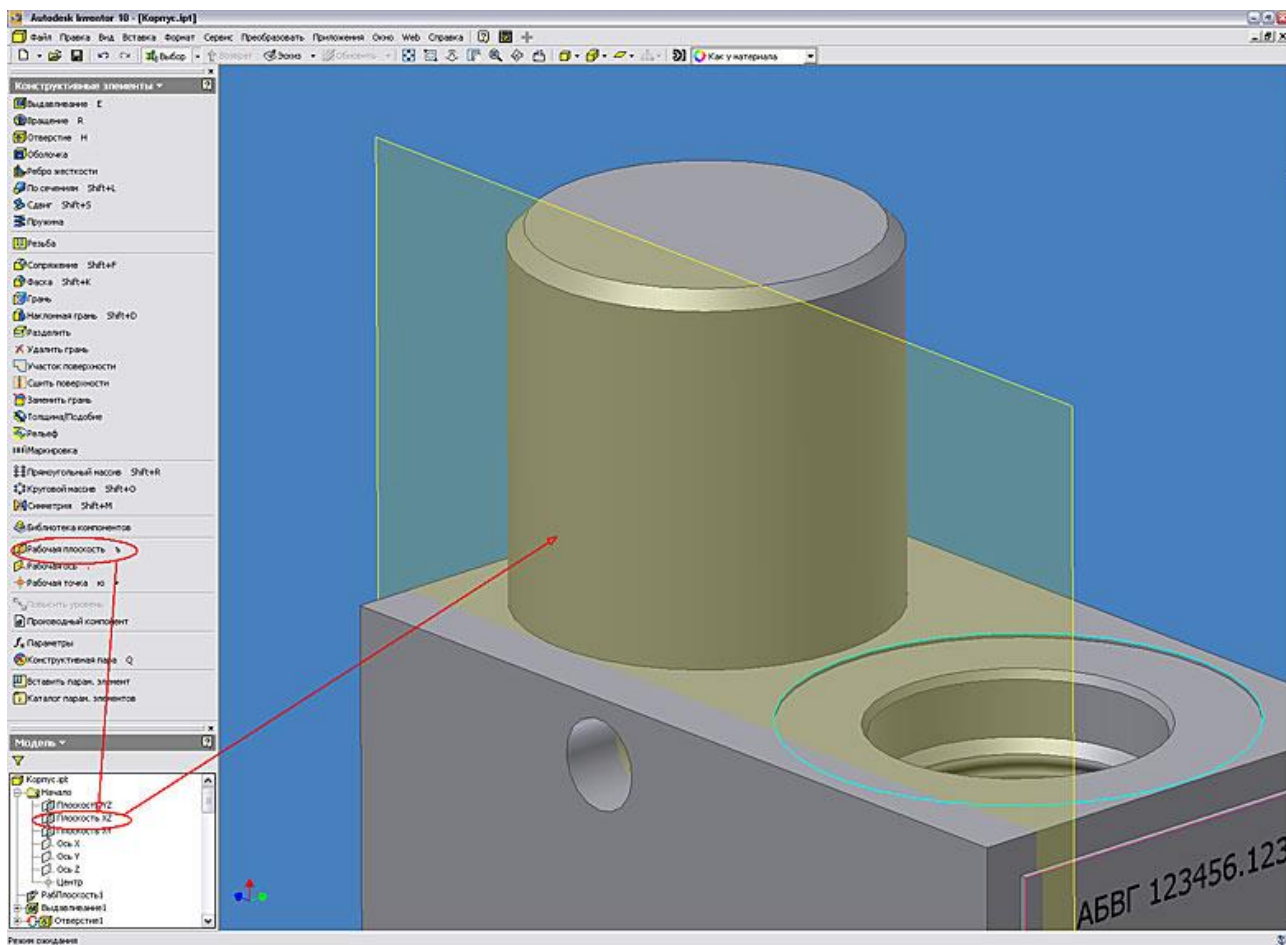

Рис. 5
5. Для нанесения маркировки на цилиндрическую поверхность строим дополнительную рабочую плоскость, касательную к поверхности цилиндра используя при этом одну из плоскостей начала координат (метод построения касательной плоскости описан в одном из предыдущих уроков) см. Рисунок 5.